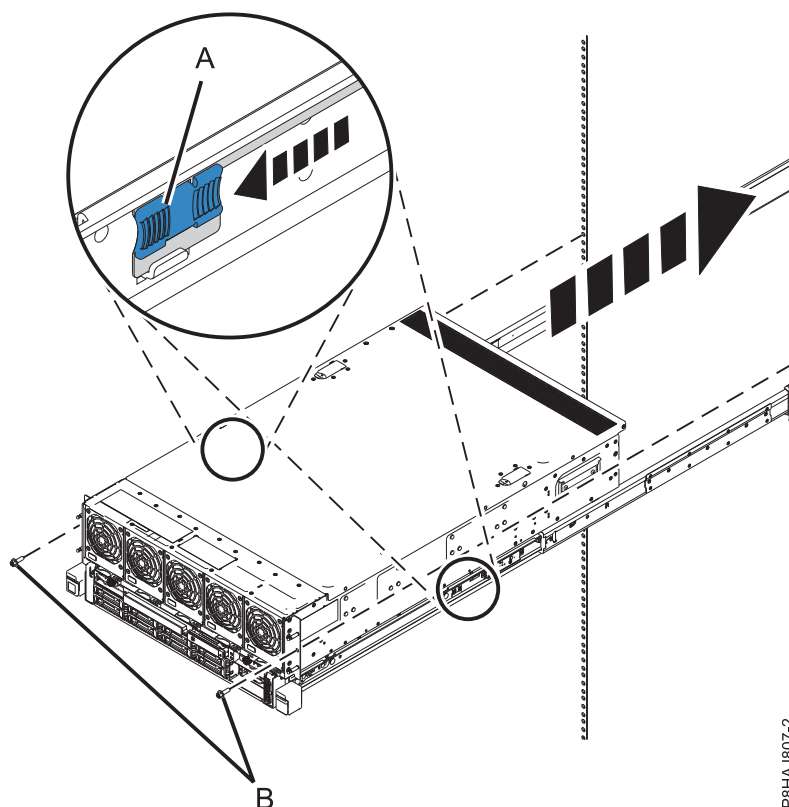

図 12. レールの中央にあるラッチを解放し、ラック内に完全に収まるようにシステムを押し入れる
7. 12 ページの図 12 に示すように、レールの中央にあるラッチを解放し、ラック内に完全に収まるようにシステムを押し入れます。